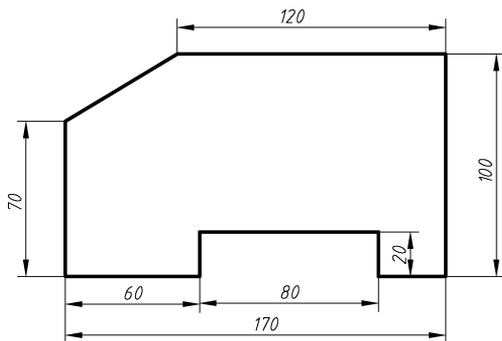

图 1-16 练习 1-2
(2) 启动 AutoCAD, 设置图形界限为  $420 \times 297$ , 选择长度单位和角度单位为十进制、精度均为小数点后两位, 然后绘制如图 1-16 所示的图形 (不要求线型, 不标注尺寸), 最后将绘制出的图形命名为“练习 1-2”并保存。